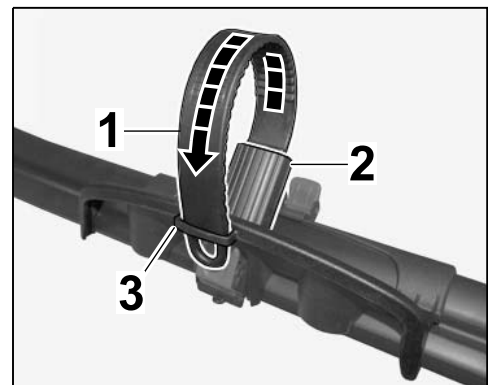

Figure 37 (sans vélo / vélo de course)
8.2 Replier la sangle de serrage et l'insérer dans la patte de la fixation de roue (⇒ Figure 37 (sans vélo / vélo de course)).